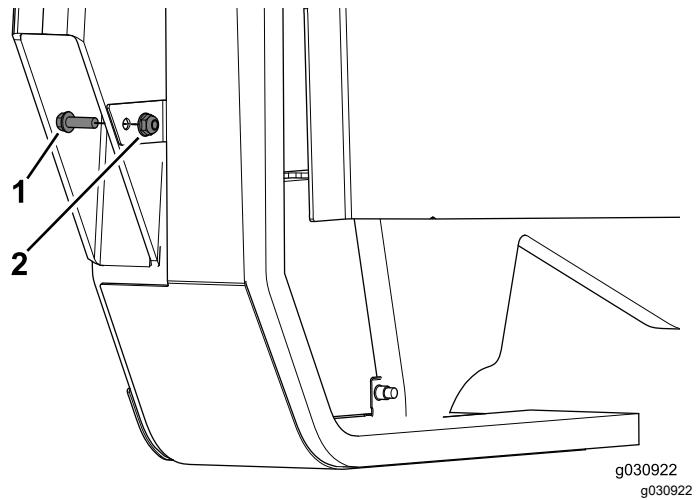

Figura 31
3. Utilizzate un bullone ( $\frac{1}{4}$ " x  $\frac{3}{4}$ ) e un dado flangiato ( $\frac{1}{4}$ ") per completare il montaggio del gruppo del pannello (Figura 31).